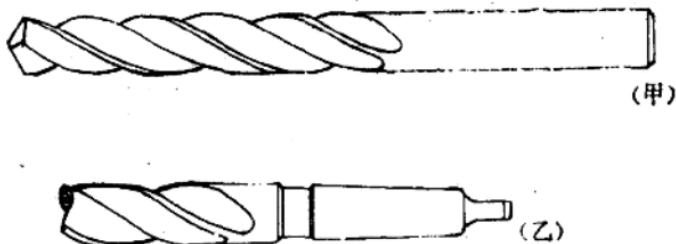

图 2
1. 麻花钻 麻花钻分有直柄麻花钻头和锥柄麻花钻头两种，见图 2 (甲) 和 (乙)。麻花钻头一般多用高速工具钢制成。在小钻头中，也有用合金工具钢和碳素工具钢制成的。8 毫米以上的直柄高速钢钻头，其钻柄是碳素工具钢熔接制成的。而所有锥柄高速钢麻花钻头，其锥柄部分都是碳素工具钢熔接制成的。